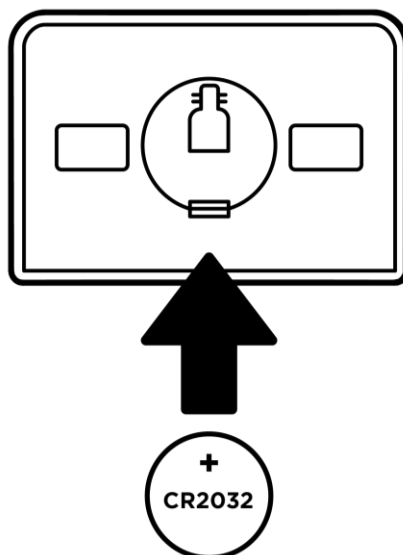

Рисунок 8: Ориентация батарейки при вставке в датчик открытия
- при замене батарейки следует соблюдать полярность (см. рис. 8 далее).